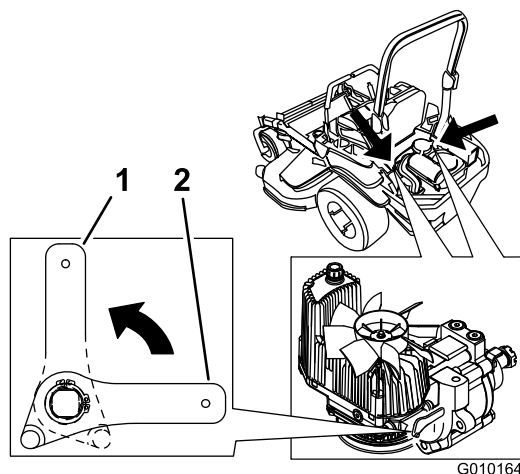

Figura 37
2. Ruotate verticalmente le leve delle valvole di rilascio per spingere le macchina. L'olio idraulico bypassa quindi la pompa, consentendo alle ruote di girare (Figura 37).
- Ruotate orizzontalmente le leve delle valvole di rilascio per guidare la macchina (Figura 37).